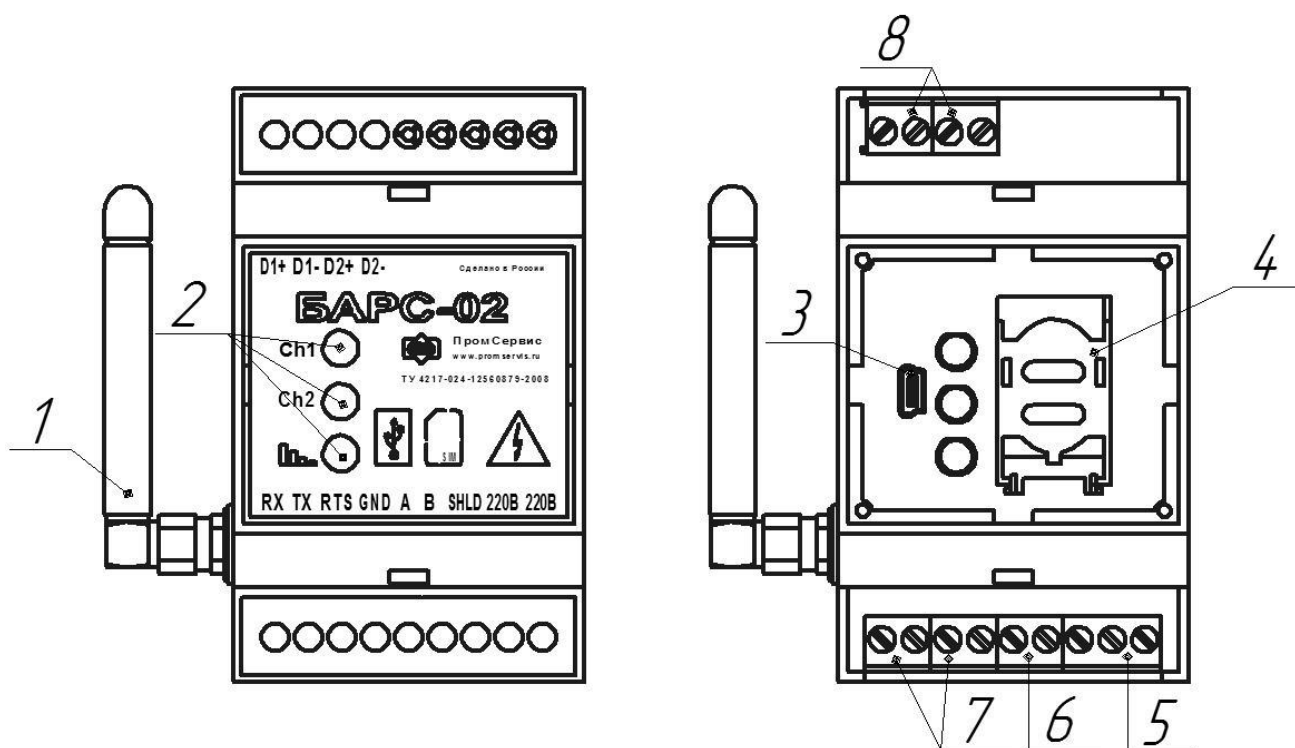

Рисунок 1 – Расположение основных элементов **БАРС-02-Р-1-П**
4.8 Сигнальные светодиоды соединения, расположенные на лицевой крышке блока БАРС-02-Р-1-П индицируют наличие соединения с серверами сбора данных по каждому каналу «Ch1», «Ch2» (Рисунок 1). При наличии соединения в режиме GPRS включается соответствующий номеру канала светодиод, при отсутствии соединения – выключается. При наличии соединения в режиме CSD включается светодиод «Ch1».
- Подключить виртуальный COM-порт ПК через кабель USB/miniUSB (далее USB-кабель) к разъему miniUSB тип В расположенному под крышкой корпуса (Рисунок 1 поз.3).
5.6 После подачи блоком светового сигнала индикатором «», расположенном на лицевой панели (Рисунок 1), не позднее 15 с нажать кнопку “ОК”. При сообщении об успешном соединении нажать кнопку “Считать из контроллера”, при этом текущие настройки отобразятся в соответствующих полях. Для **БАРС-02-Р-1-П** пользовательский интерфейс представлен на рисунке 4.
6.3 Подключить соединительный кабель от прибора учёта к контактам клеммных блоков (7,6) (Рисунок 1) согласно схеме подключения (Приложение Б, Рисунок Б.2, Рисунок Б.3).
6.4 При необходимости к контактам клеммных блоков (8) (Рисунок 1) подключить охранно-пожарные дискретные датчики, учитывая схему входных каскадов, представленную в приложении Б Рисунок Б.5.
6.6 Установить SIM-карту в держатель (4) (Рисунок 1) с активированной услугой передачи данных по GPRS-каналу, либо с активированной услугой передачи данных в режиме CSD и отключённой функцией проверки PIN-кода.